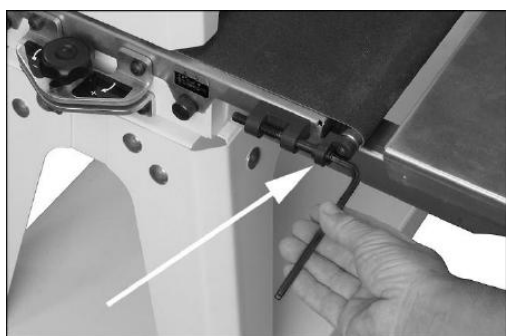

Figure 8-2: Réglage de la tension de courroie
2. Ajustez les écrous (Figure 8-2) avec une clé hexagonale de 5 mm. Faites-les des deux côtés du convoyeur pour obtenir une tension approximative égale des deux côtés de la bande abrasive lorsqu'elle est tendue.